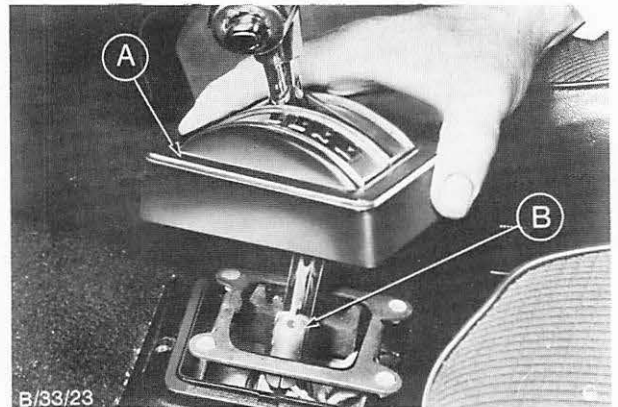

Abb. 52 Abbau der Schaltkulisserie (nur Fahrzeuge mit Automatik-Getriebe)
1. Schaltkulisserie von der Halterung lösen und abheben, Abb. 52.